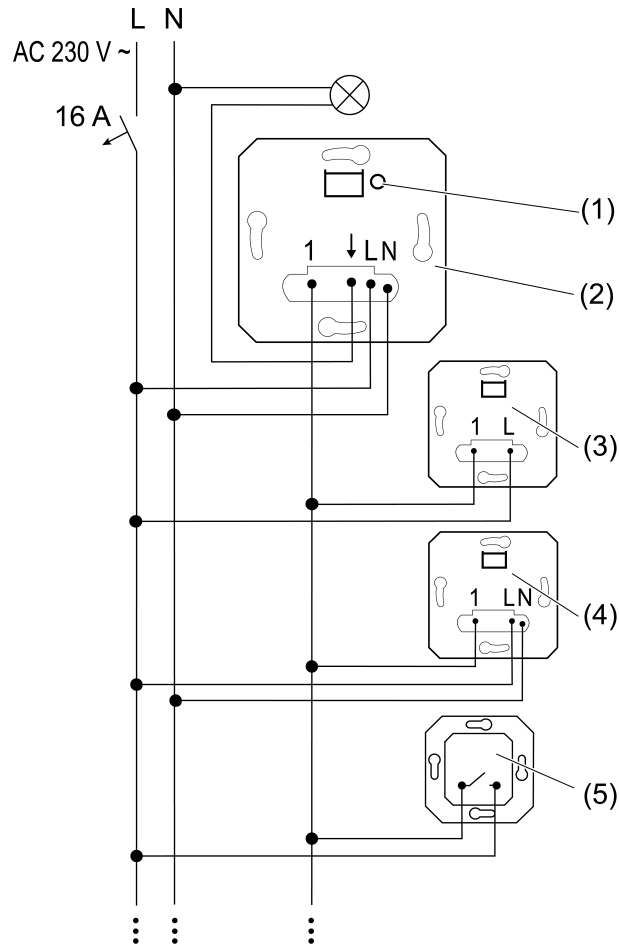
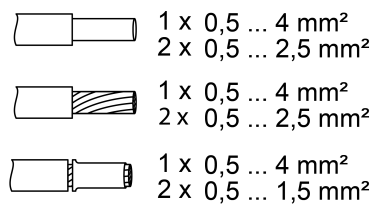

Bild 1: Anschlussplan mit optionalen Nebenstellen
Bild 2: Klemmbarer Leitungsquerschnitt
- Schalteinsatz (2) gemäß Anschlussplan anschließen (Bild 1). Dabei klemmbare Leitungsquerschnitte beachten (Bild 2).
- 2-Draht-Nebenstelle (3), 3-Draht-Nebenstelle (4) und Taster, Schließerkontakt (5) anschließen, optional.
- i** Durch kurze Betätigung der Taste **TEST** (1) kann die Last geschaltet werden.